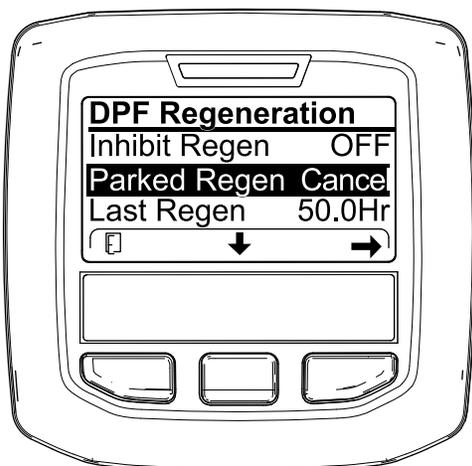

Рисунок 63
1. Перейдите к меню регенерации DPF (Рисунок 63).
2. Нажмите среднюю кнопку, чтобы перейти вниз к опции PARKED REGEN CANCEL (ОТМЕНА СТАЦИОНАРНОЙ РЕГЕНЕРАЦИИ) (Рисунок 63) или к опции RECOVERY REGEN CANCEL (ОТМЕНА ВОССТАНОВИТЕЛЬНОЙ РЕГЕНЕРАЦИИ) (Рисунок 64).
3. Нажмите правую кнопку для выбора опции Regen Cancel (Отмена регенерации) (Рисунок 63 или Рисунок 64).